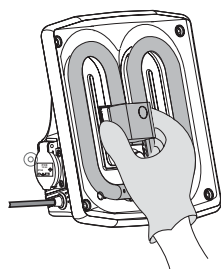

Figura 15
5.1.3 Per estrarre la lampadina usata, afferrate il blocco centrale della lampadina e tiratelo verso l'esterno (figura 15).